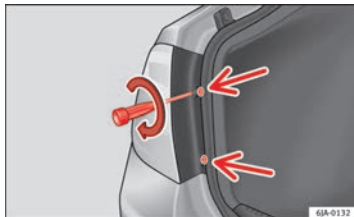

Abb. 161 Heckleuchten-
- Ziehen Sie mit einem Einsteck-Schraubendreher oder einem T20 Torx-Schlüssel (im Uhrzeigersinn drehen ⇒ Abb. 161) die beiden Befestigungsschrauben des vorderen Bereichs der Leuchte fest. ■